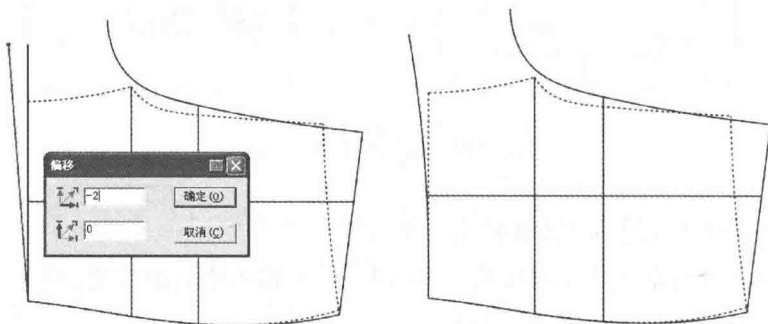

图 7-118 调整后片裤口线
(37) 选择  【调整】工具裤口线内侧缝端点按【Enter】键,输入纵向偏移量 -2cm (图 7-118)。